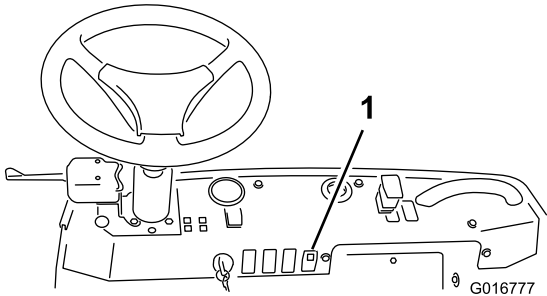

Figure 4
2. Insérez l'interrupteur à bascule (Figure 4).